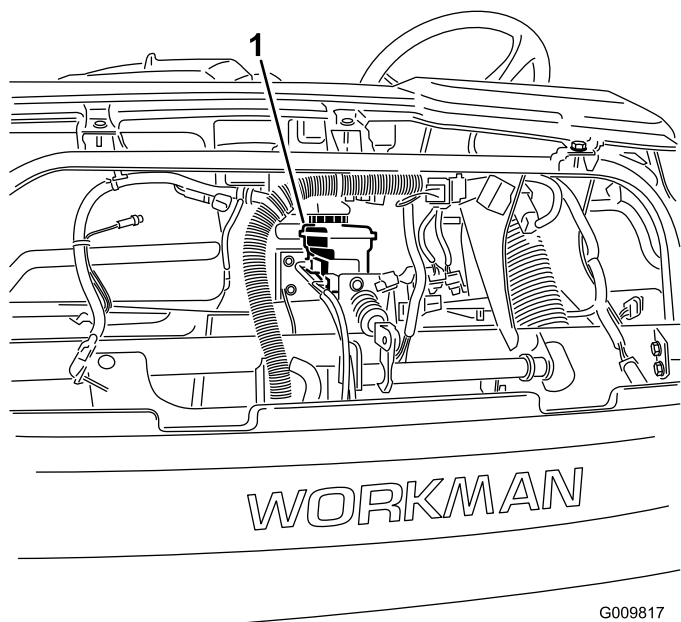

Figura 24
**Nota:** Potete rimuovere il cofano che dà accesso al serbatoio dal lato anteriore della macchina (Figura 24).